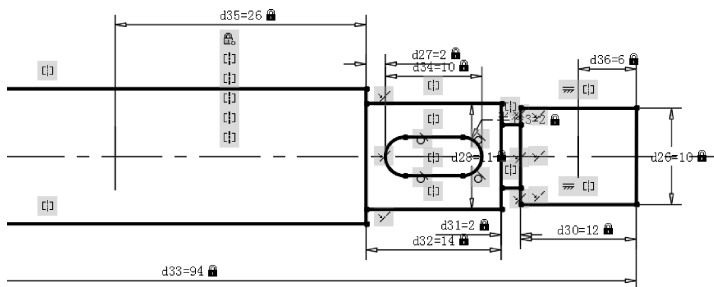

图4-96 添加尺寸约束
(1) 将当前图层设置为“中心线”图层，单击“默认”选项卡“绘图”面板中的“直线”按钮，在第一轴段和最后一轴段中间适当位置绘制竖直中心线。
(2) 单击“参数化”选项卡“标注”面板中的“线性”按钮，对竖直中心线进行线性尺寸约束，如图4-96所示。